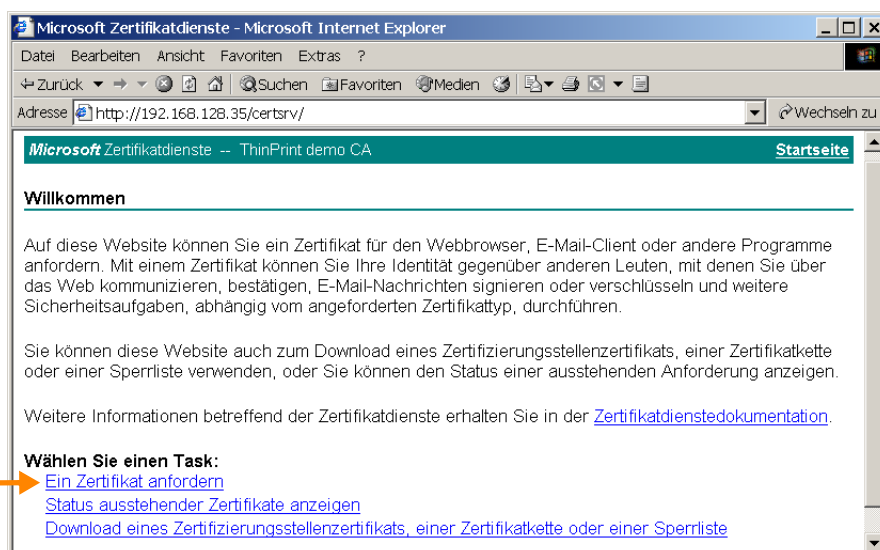

Bild 28 Webseite des Zertifikatservers: Zertifikat anfordern
- Legen Sie die Textdatei (z. B. eine .rtf-Datei) auf einen beliebigen Rechner. Öffnen Sie von dort aus im Browser (Internet Explorer) die Webseite des Zertifikatservers, indem Sie nach der IP-Adresse oder dem Hostnamen des Zertifikatservers „/CERTSRV“ eingeben, zum Beispiel: HTTP://192.168.128.35/CERTSRV (Bild 28).
- Bei der aufgerufenen Webseite fordern Sie ein Client-Zertifikat an, indem sie EIN ZERTIFIKAT ANFORDERN (Bild 28) auswählen³.
- Öffnen Sie den Browser auf dem Rechner, mit dem Sie die Zertifikatanforderung gestellt haben (Bild 28) und geben nochmal die Webseite des Zertifikatservers ein (Beispiel: <http://192.168.128.35/CERTSRV>).